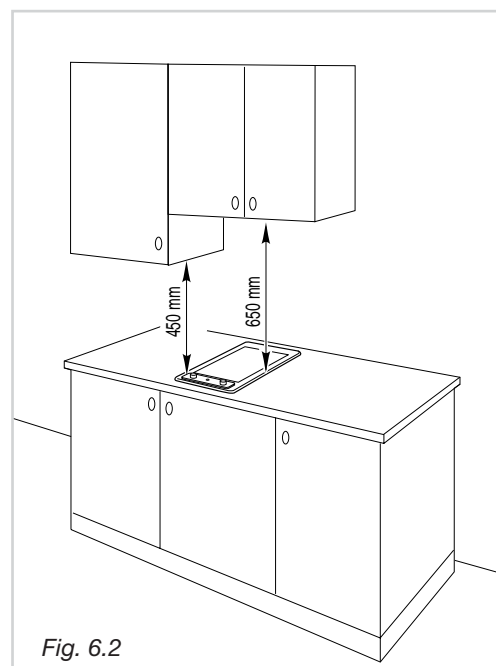

Fig. 6.2
- S'il se trouve au dessus de la table de cuisson un meuble suspendu ou une hotte, maintenir entre la table et le meuble ou la hotte une distance minimale de 650 mm. (fig 6.2).